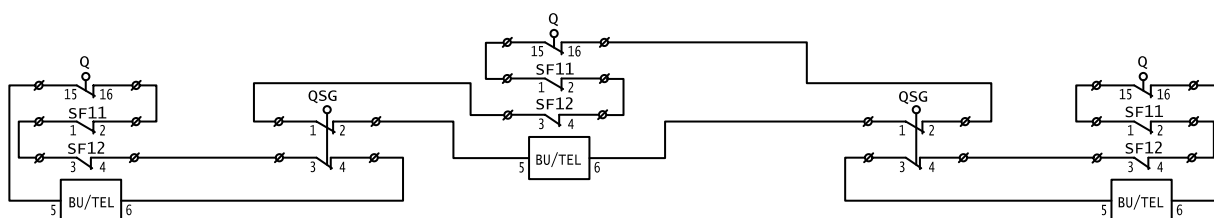

Рис. 8. Схема организации блокировок в типовом исполнении
11.2. В составе обычного комплекта поставки камер устанавливается аппаратура, позволяющая собрать схему блокировок, согласно рис. 8. При этом обеспечиваются